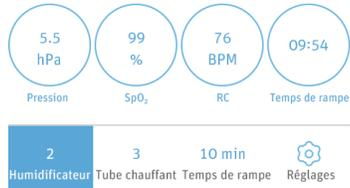

Fig. 14-3
(2) Une fois l'appareil allumé, démarrez-le, l'écran de l'appareil affiche alors l'Interface Principale montrée dans la Fig. 14-3. La saturation en oxygène du sang et le pouls du patient sont clairement visibles au cours du traitement.